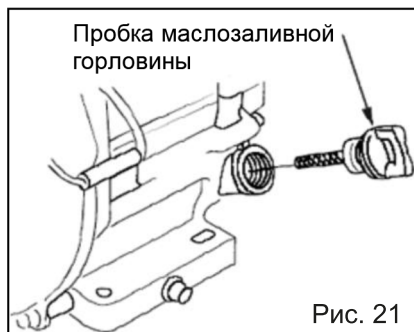

Рис. 21
1. Выкрутите пробку маслозаливной горловины (Рис. 21);